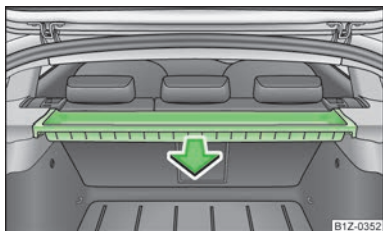

Fig. 84
- Prindeți carcasa cu ambele mâini și scoateți-o trăgând în sensul săgeții » fig. 84.